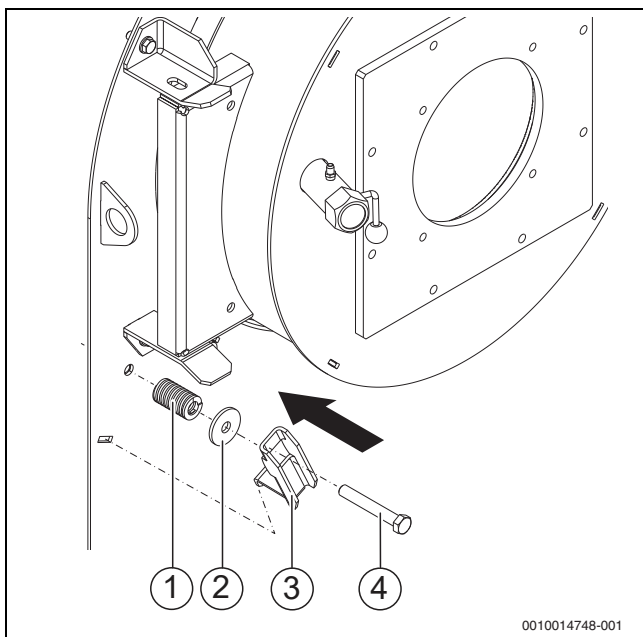

Fig. 15 Montare
- ▶ Eliberați pârghia basculantă (→ fig. 15, [3], pagina 21).